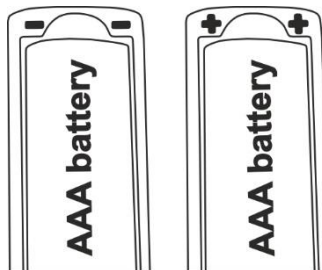

Fig. 6: Insertion de la batterie
2. Enlever les piles vides, insérez le même nombre de piles (voir § 7.2) en respectant les polarités indiquées (voir Fig. 6), réinsérer la batterie et visser le couvercle du compartiment des piles.